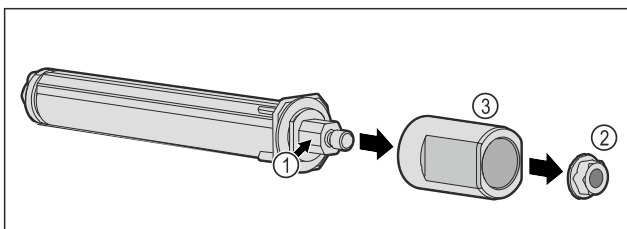

Fig. 53
- Ne pas démonter le système de fermeture de la porte Fig. 53 (1).
- Retirer l'écrou Fig. 53 (2).
- Retirer la douille Fig. 53 (3).